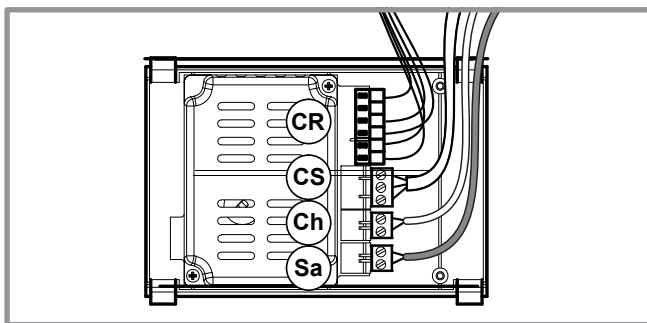

figure 5 - Raccordements sur le régulateur
- Brancher le connecteur "régulateur" (6 voies) sur le régulateur (rep. **CR**, *figure 5*).
- Raccorder la sonde sanitaire sur le connecteur du régulateur (**Sa**) (*figure 5*).